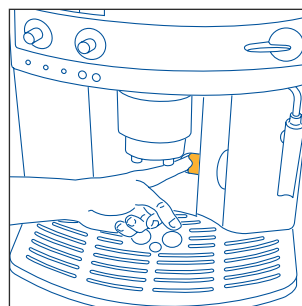
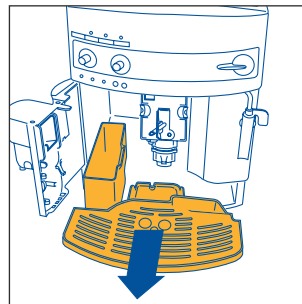

Fig.15
Fig.16
NOTA 7: la macchina conta il numero di caffè che vengono erogati. Ogni 14 caffè singoli (o 7 doppi), la spia 📊 si accende in modo fisso (cap. 12 punto 3) avvertendo che il contenitore fondi è pieno di pasticche ed è necessario svuotarlo e pulirlo. Finché non si fa la pulizia del cassetto fondi, la spia rimane accesa e la macchina non può fare il caffè. Per eseguire la pulizia aprire lo sportello di servizio sulla parte anteriore tirando l'apposita maniglia (fig. 15); si accende la spia ⚠ lampeggiante (vedere par. 12 punto 9); estrarre quindi la vaschetta raccogliogocce (fig. 16), svuotarla e pulirla. Svuotare e pulire accuratamente il cassetto fondi avendo cura di rimuovere tutti i residui che possono essere depositati sul fondo. Asciugare anche le eventuali gocce di condensa che si sono depositate all'interno della macchina sotto la vaschetta raccogliogocce. **IMPORTANTE:** quando si estrae la vaschetta raccogliogocce è **OBBLIGATORIO** svuotare sempre il contenitore fondi caffè anche se è riempito poco. Se questa operazione non è effettuata può succedere che, quando si fanno i caffè successivi, il contenitore fondi si riempia più del previsto e che la macchina si intasi di pasticche esauste.
- aprire lo sportello di servizio (fig. 15);
- estrarre il vassoio raccogli gocce ed il contenitore dei fondi (fig. 16) e lavarli;